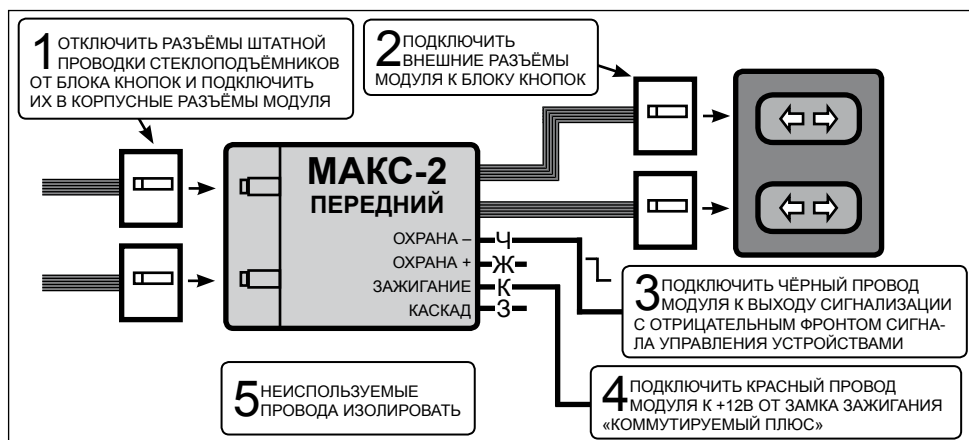

Рисунок 2. Схема подключения модуля МАКС-2 к сигнализации с отрицательным фронтом на выходе управления внешними устройствами
5.2.5 Для использования функций автоматического закрывания/открывания окон подключить модуль МАКС-2 к цепи «коммутируемый плюс», на которой появляется +12 Вольт в положении ключа замка зажигания «зажигание». Вход «ОХРАНА +» реагирует на перепад напряжения от 0 до 12 Вольт (положительный фронт), а вход «ОХРАНА -» реагирует на падение напряжения (отрицательный фронт) (рисунок 2).